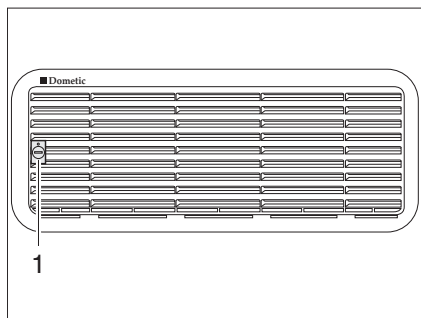
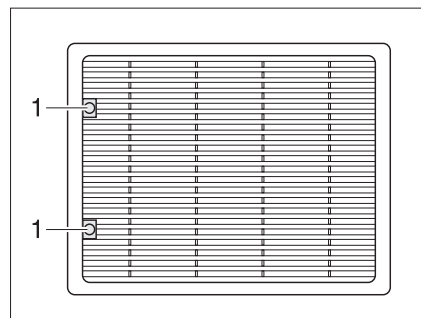

Fig. 133 Grille d'aération du réfrigérateur (Dometic petit)
Fig. 134 Grille d'aération du réfrigérateur (Dometic grand)
- Tourner la vis (Fig. 133,1 ou Fig. 134,1) d'un quart de tour à l'aide d'une pièce de monnaie.